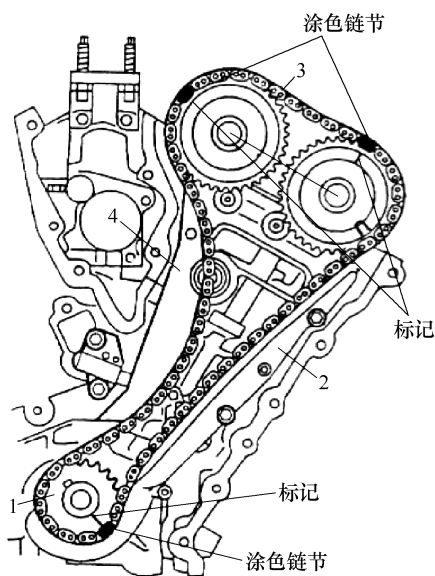

图 5-31 安装左侧正时链
8) 按下列顺序安装正时链条(左侧)，如图 5-31 所示。